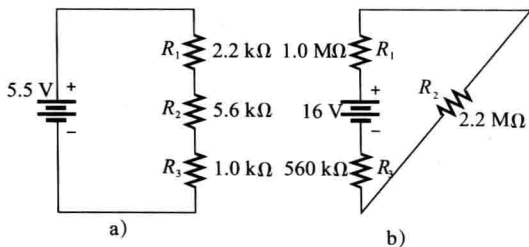

图 4-71 习题 15、习题 16 图
15. 试问图 4-71 中每个电路的电流分别为多少? 说明每个电路中电流表如何接。
16. 确定图 4-71 中每个电阻两端的电压。